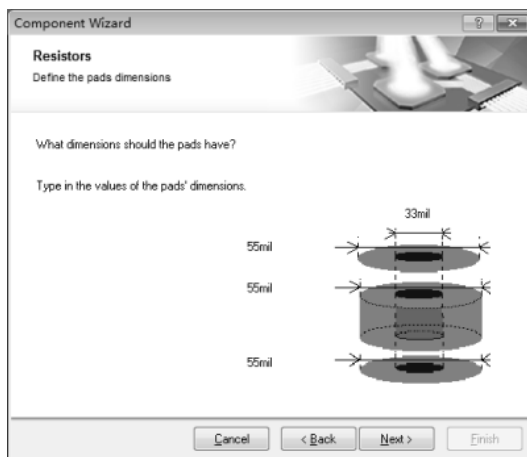

图 3.7.6 设置电阻焊盘尺寸
(4) 设置电阻焊盘尺寸：如图 3.7.6 所示，可以设置电阻的焊盘的外径和内径尺寸，本例中外径为“55mil”，内径为“33mil”，单击“Next”按钮。